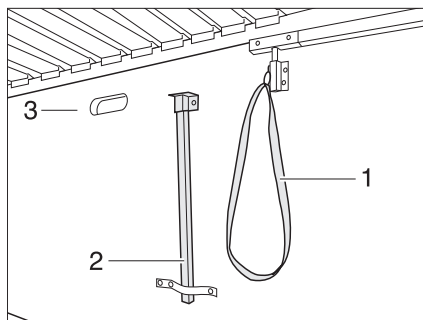

Fig. 97 Appui et déverrouillage
- Ouvrir le portillon de l'espace de rangement et ouvrir le support (Fig. 97,2) se trouvant sous le lit.
- Tirer sur la boucle (Fig. 97,1) et faire basculer le lit (Fig. 97,3) vers le bas.